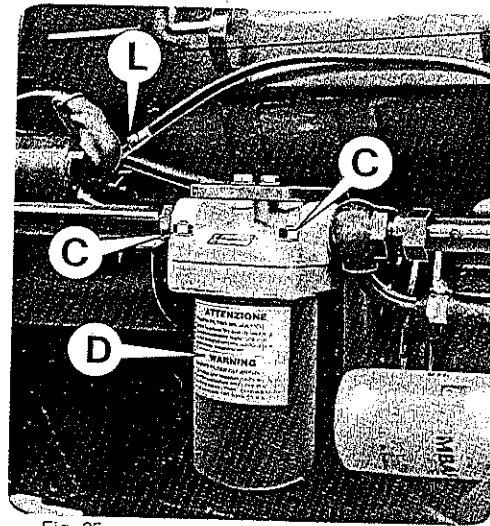

Fig. 25
- Sostituire la cartuccia filtro olio contenuta nel filtro D fig. 25 svitando i dadi C e pulire accuratamente le colonnette magnetiche.
- Replace filter D cartridge (Fig. 25) after loosening nuts C. Carefully clean magnetic elements.
- Remplacer la cartouche du filtre de l'huile qui se trouve dans le filtre D (fig. 25) en dévissant les écrous C et nettoyer soigneusement les colonnettes magnétiques.
- Cambiar el cartucho del filtro del aceite contenido en el filtro D fig. 25 aflojando las tuercas C y limpiar cuidadosamente las columnetas magnéticas.
- L - Filo cronotachigrafo Fig. 25
- 3) Pulire accuratamente, lavando nel petrolio, la cartuccia e le colonnette magnetiche contenuti nel filtro olio sollevatore Fig. 25.
- L - Speedometer cable Fig. 25
- 3) Carefully clean, by using oil, the hydraulic lift oil filter cartridge and magnetic elements (Fig. 25).
- L - Fil du chrono-tachy-gyromètre Fig. 25
- 3) Nettoyer soigneusement avec du pétrole la cartouche et les colonnettes magnétiques qui se trouvent dans le filtre de l'huile du réleveur Fig. 25.
- L - Hilo cronotachivoltmetro Fig. 25
- 3) Limpiar cuidadosamente, lavando con gasolina, el cartucho y las columnitas magnéticas contenidos en el filtro del aceite del elevador Fig. 25.